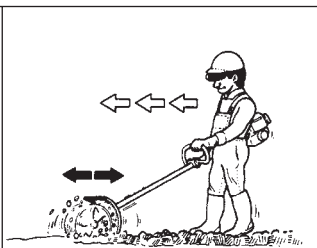

Fig. 3-1
- a. For standard tilling. Walk forward as pulling and pushing the unit little by little like using a vacuum cleaner. (Fig. 3-1)
- a. Beim normalen Pflügen laufen Sie langsam vorwärts, während Sie das Gerät ähnlich wie beim Staubsaugen Stück für Stück vor- und zurückbewegen. (Fig. 3-1)